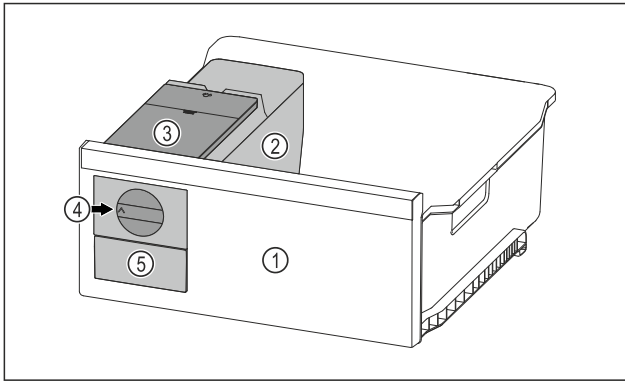

Fig. 97 Beispielfhafte Darstellung
- Drehknopf Fig. 97 (4) im Uhrzeigersinn bis zum Anschlag drehen.
- Eiskwürfel fallen aus der Eiskwürfelschale in das Eiskwürfelschubfach Fig. 97 (5). Wenn sich nicht alle Eiskwürfel aus der Eiskwürfelschale herauslösen: